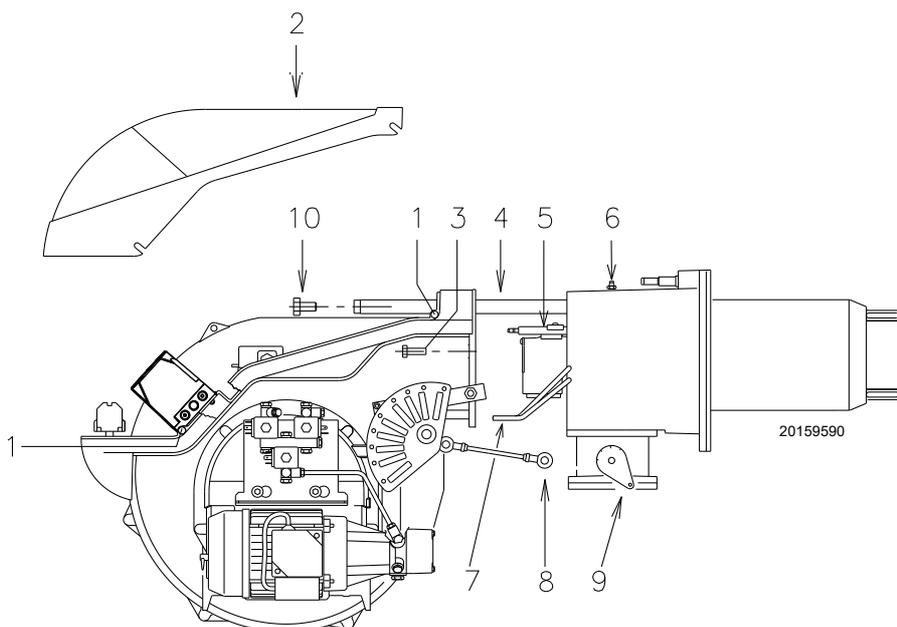

Fig. 47
- Aflojar los tornillos 1) y quitar la tapa 2)(Fig. 47).
- Desconectar los tubos del gasóleo 7)(Fig. 47).
- Quitar los tornillos 3) y hacer retroceder el quemador unos 100 mm sobre las guías 4)(Fig. 47).
Ahora es posible extraer la parte interna 5), después de haber retirado el tornillo 6)(Fig. 47).